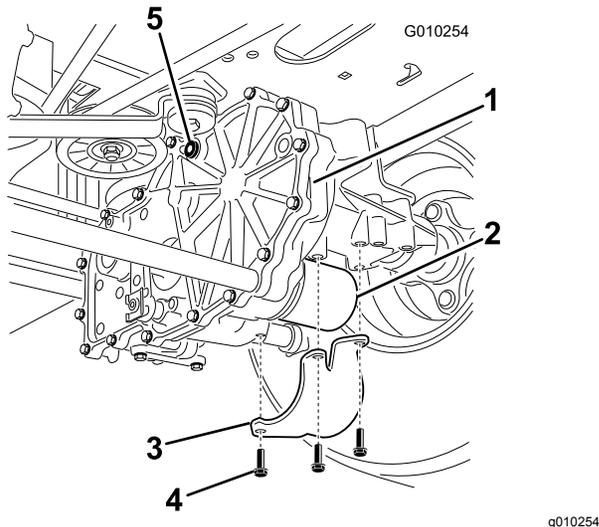

図 63
6. それぞれのトランスアクスル駆動システムについているフィルタとガードを探し出す 図 63。
7. フィルタガードを固定しているねじ3本を外してガードを外す 図 63。
4. 各フィルタに、先ほど外したフィルタガードを取り付ける。 図 63
5. ねじ3本でガードを固定する 図 63。
8. 通気プラグを取り付ける 図 63。